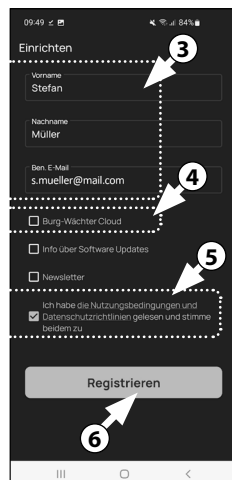

Fig. 3
- 3 Entrez votre nom et une adresse e-mail (Fig. 3).
- 4 Choisissez le point : « Cloud *BURGS*-WÄCHTER », celui-ci n'est pas nécessaire pour la configuration et peut donc être négligé pour commencer (Fig. 3). Vous trouverez une explication à ce sujet dans la notice principale, sur notre site web (voir lien sur la page de couverture).
- 5 Lisez intégralement les conditions d'utilisation et les directives sur la protection des données, et acceptez-les (Fig. 3).
- 6 Appuyez sur « enregistrer » (Fig. 3).